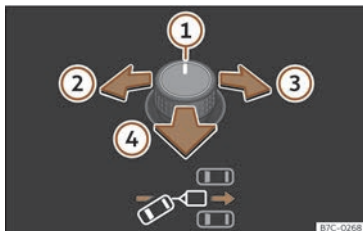
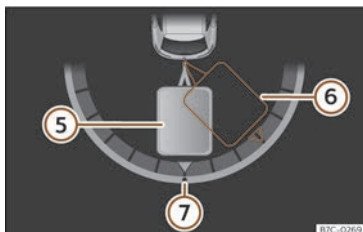

Fig. 184 Comandament giratori dels retrovisors exteriors:ajustar l'angle del remolc.
Fig. 185 Pantalla del quadre d'instruments:fer marxa enrere.
Llegenda de la **fig. 184**,»» **fig. 185** :
- Basculeu el comandament giratori fins arribar a la direcció desitjada»» **fig. 184** . A la pantalla del quadre d'instruments apareix a manera d'orientació una representació del conjunt vehicle tractor i remolc en la posició actual»» **fig. 185** .